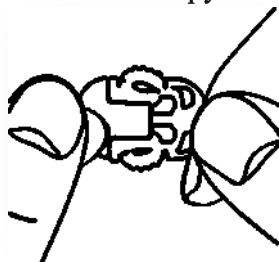

Рис. 78.
5. Возьмите в руки концы катетера и удлинителя катетера, соедините их разъемы (Рис.78).